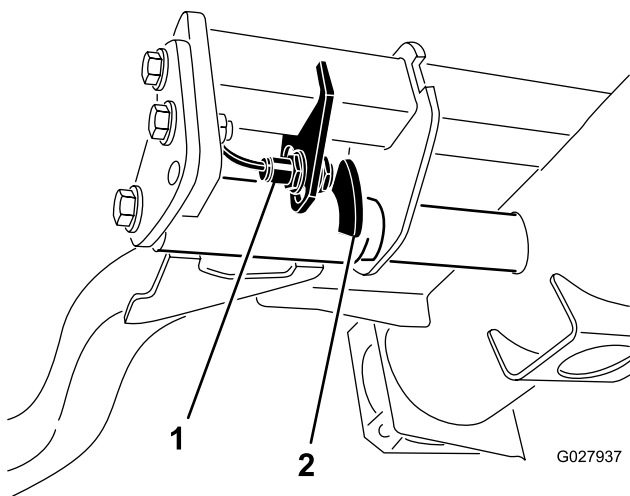

Figura 36
2. Solte os parafusos de montagem do interruptor do braço de elevação (Figura 36) e desloque o interruptor para baixo para aumentar a altura de viragem do braço de elevação ou desloque o interruptor para cima para diminuir a altura de viragem do braço de elevação. Aperte os parafusos de montagem.
Nota: O interruptor do braço de elevação encontra-se por baixo do depósito hidráulico por trás do braço de elevação direito dianteiro (Figura 36).